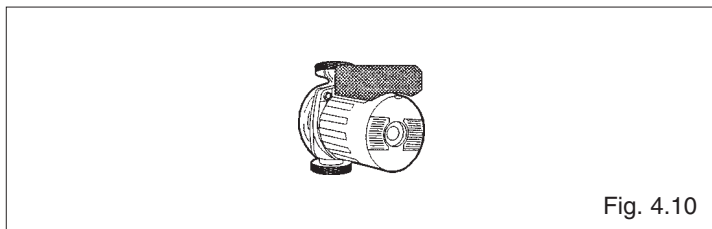

Fig. 4.10
- verificare inoltre il corretto funzionamento del circolatore (fig. 4.10).